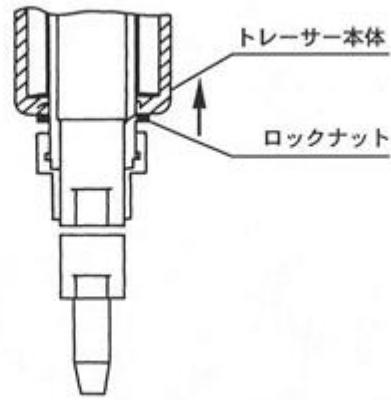

図 2
2. 緩めたロックナットをトレーサー本体側に締め付け、ロックナットをスパナで固定し、マグネットローラーを緩めて取り外します。(図 2)